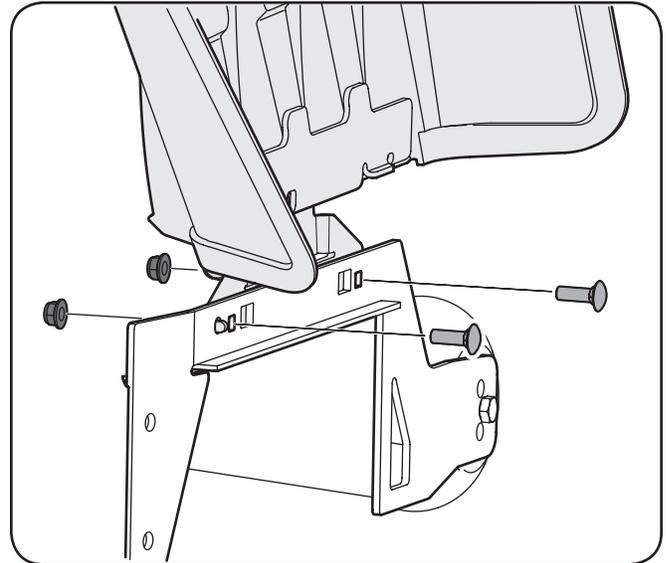

Figure 3-5
1. Retirez les boulons de carrosserie et les écrous autobloquants du support de montage sur le plateau de coupe. Voir Figure 3-5.
2. Utilisez la quincaillerie retirée à l'étape précédente pour installer le déflecteur d'éjection. Voir Figure 3-5.